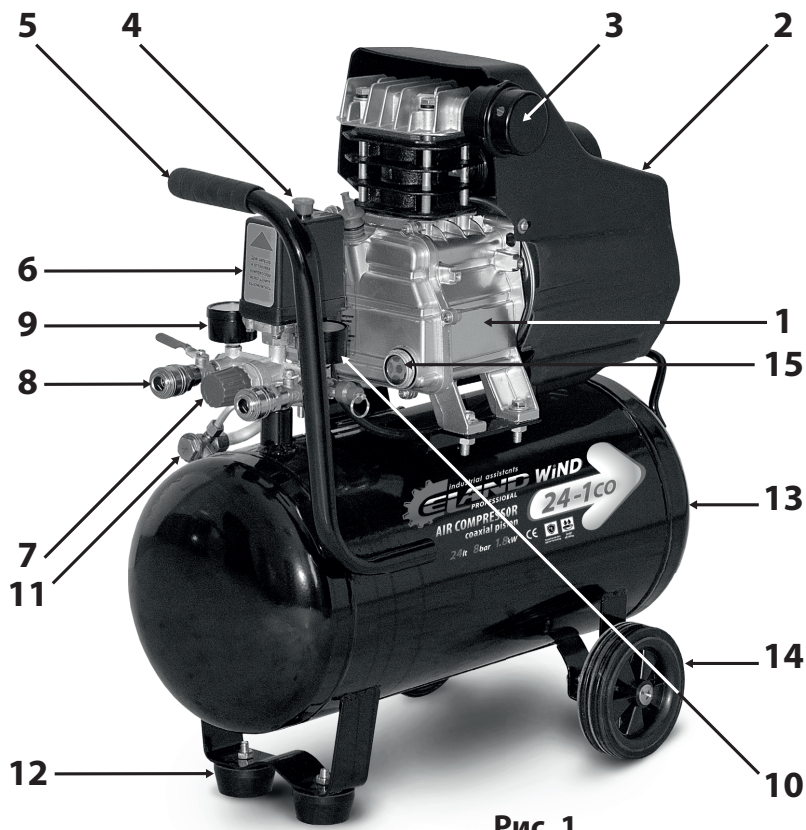

Рис. 1
- Блок поршневой (1) (См. Рис.1) – поршневая группа, одноступенчатая, одноцилиндровая, с воздушным охлаждением - предназначена для выработки сжатого воздуха.
- Ресивер (воздухосборник) (13) (См. Рис.1) служит для сбора сжатого воздуха, выравнивания пульсации воздуха, получающейся в результате возвратно-поступательного движения поршня компрессора, отделения конденсата и масла. Ресивер является также корпусом, на котором смонтированы узлы и детали компрессора.
- Ресивер имеет штуцера для установки реле давления (прессостата) (6), обратного клапана (11), крана слива конденсата, предохранительного клапана, а также кронштейны для установки платформы.
- Платформа предназначена для монтажа поршневого блока, электродвигателя, защитного кожуха (2).
- Электродвигатель предназначен для привода поршневого блока и компрессорной группы, и закрыт защитным кожухом (2) (См. Рис.1).
- Реле (прессостат) (6) служит для обеспечения работы компрессора в автоматическом режиме, поддержания давления в ресивере.
- Штуцер (8) с регулятором давления (6) предназначен для подачи воздуха потребителю.
- Обратный клапан (11) (См. Рис.1) обеспечивает подачу сжатого воздуха только в направлении от поршневого блока к ресиверу.
- Манометр (10) предназначен для контроля давления в ресивере.
- Блок управления компрессором включает в себя: манометр давления в ресивере (10); манометр давления на выходе (9); реле давления (прессостат) (6); регулятор давления на выходе (7); кнопку пуска (4); клапан предохранительный.
2. Убедитесь в том, что кнопка пуска (4) на реле давления (6) (См. Рис.1) находится в положении «Выключено». Вставьте вилку питающего электрического кабеля в соответствующую розетку.
3. Переведите кнопку пуска (4) на реле давления (6) (См. Рис.1) в положение **«Включено»**.
5. Остановите компрессор, вновь нажав на кнопку пуска (4) (См. Рис.1).
6. Присоедините к раздаточному штуцеру (8) шланг компрессорного оборудования.
- Для включения нажмите на кнопку пуска (4) (См. Рис.1) реле давления, чтобы установить ее в положение «Включено».